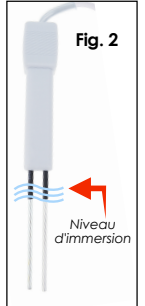

Fig. 2
4. Plongez les sondes nettoyées dans l'eau. Le niveau d'eau peut couvrir environ la moitié du niveau d'immersion noir (Fig.2).